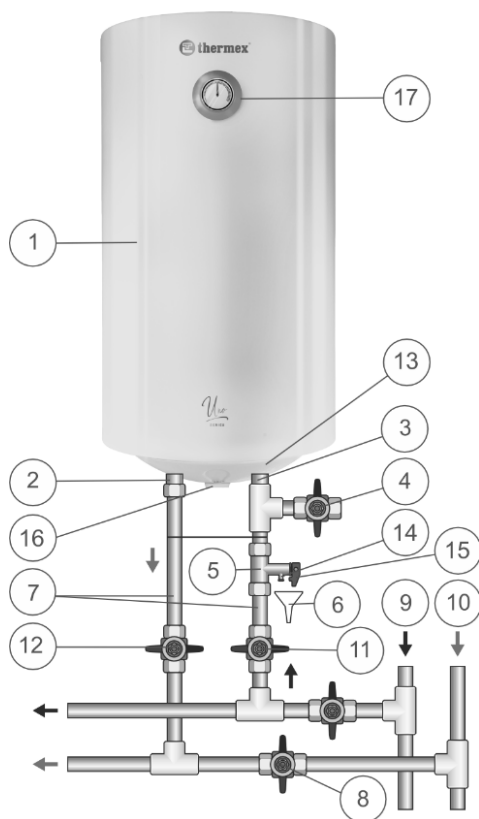

Fig. 1. Schema del collegamento idraulico dello scaldacqua
Montare la valvola di sicurezza (Fig. 1, pos. 5) all'entrata dell'acqua fredda (Fig. 1, pos. 3), un raccordo con anello di colore blu, a 3,5-4 giri assicurando la tenuta idraulica del collegamento con qualsiasi materiale di guarnizione (lino, nastro Teflon, etc.).
Il collegamento idraulico si effettua secondo le indicazioni riportate sulla Fig. 1 esclusivamente a mezzo dei tubi di rame, tubi multistrato di tipo «M-pipes» (costituite da strati polimerici e metallici) o di plastica oppure dei raccordi flessibili idraulici. E vietato l'utilizzo dei raccordi flessibili idraulici già usati. Si consiglia di alimentare lo scaldacqua con l'uso di filtro defangatore montato sulla tubazione di acqua fredda (non in dotazione).
Fig. 1: 1 – Scaldacqua, 2 – raccordo per l’uscita dell’acqua calda, 3 – raccordo per l’entrata dell’acqua fredda, 4 – rubinetto di scarico (non in dotazione), 5 – valvola di sicurezza, 6 – scarico alla canalizzazione (non in dotazione), 7 – tubi di alimentazione, 8 – chiudere il rubinetto quando lo scaldacqua è in uso, 9 – tubo di acqua fredda, 10 – tubo di acqua calda, 11 – rubinetto dell’alimentazione di acqua fredda, 12 – rubinetto dell’uscita di acqua calda, 13 – calotta di protezione, 14 – attacco di scarico della valvola di sicurezza, 15 – leva di apertura della valvola di sicurezza, 16 – manopola di controllo, 17 – indicatore di temperatura.
Dopo che il collegamento idraulico sia effettuato assicurare che il rubinetto di intercettazione di acqua fredda dello scaldacqua sia aperto e che rubinetto di intercettazione di acqua calda dello scaldacqua (Fig. 1, pos. 8) sia chiuso. Aprire il rubinetto dell’alimentazione dello scaldacqua con l’acqua fredda (Fig. 1, pos. 11), il rubinetto dell’uscita di acqua calda dallo scaldacqua (Fig. 1, pos. 12) ed il rubinetto dell’acqua calda sul miscelatore per consentire l’uscita dell’aria interna dallo scaldacqua. Al riempimento completo dello scaldacqua si verificherà un flusso costante dal miscelatore. Chiudere il rubinetto dell’acqua calda sul miscelatore. Nel caso di collegamento dello
NB: per facilitare la manutenzione dello scaldacqua durante il suo uso si consiglia d'installare il rubinetto di scarico (Fig. 1, pos. 4) in conformità alle indicazioni fornite sulla Fig. 1 (per i modelli non dotati del raccordo di scarico (non è in dotazione)).
Lo scaldacqua viene acceso/spento ruotando la linea dell'indicatore sulla manopola di controllo situata sul coperchio di protezione dello scaldabagno (Fig. 1, pos. 16) sulla zona "OFF". La temperatura dell'acqua nel serbatoio interno viene regolata tramite la manopola di comando (Fig. 1, pos. 16) nel range di valori da "OFF" (valori minimi) a "HIGH" (valori massimi). La spia di controllo mostra la modalità di funzionamento dell'EWB: si accende quando l'acqua viene riscaldata e si spegne quando viene raggiunta la temperatura impostata.